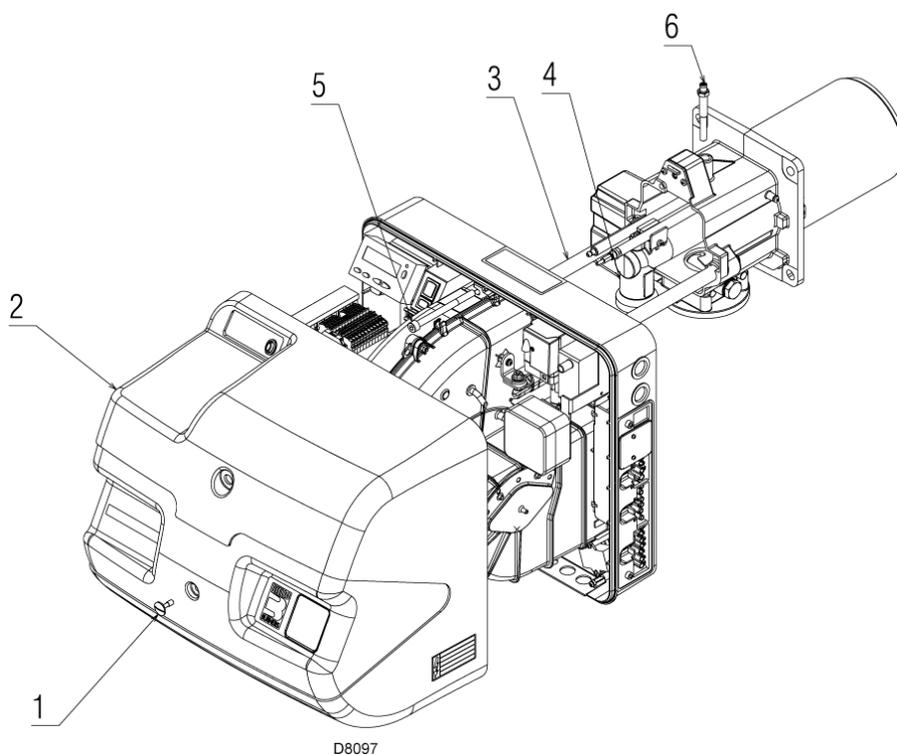

Рис. 37
Если вы не уверены, снимите колесо (4) (рисунок 37).